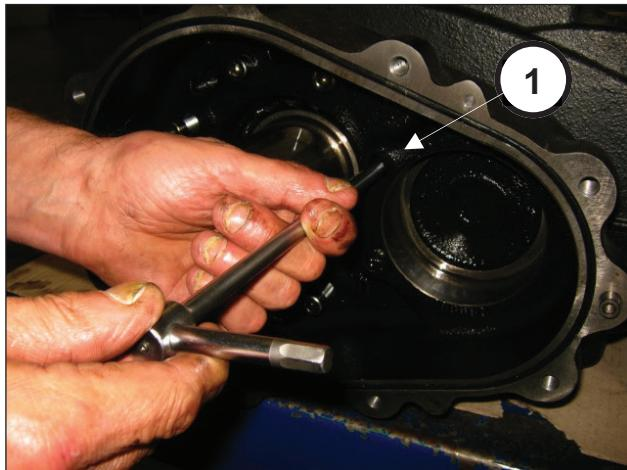
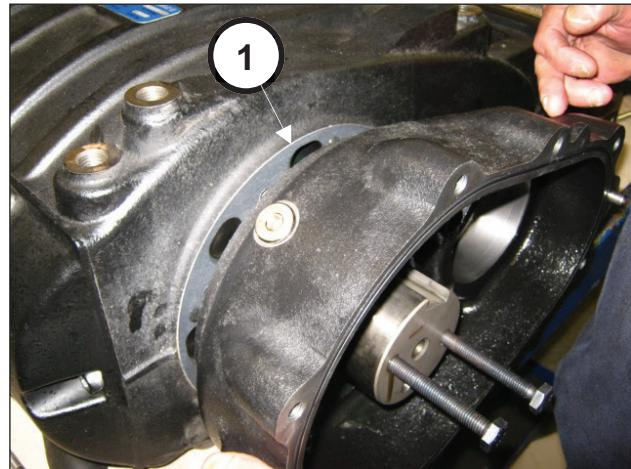

图 22
图 23
在另一侧拧松减速齿轮箱固定螺丝(①, 图 22) 并将之拆除(①, 图 23)。